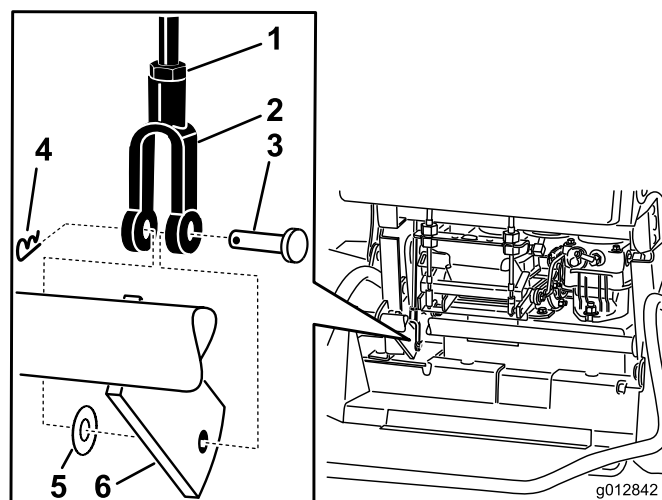

Figura 64
5. Para ajustar el freno, retire el pasador y el pasador de horquilla de la palanca de freno inferior y la horquilla (Figura 64).
6. Afloje la contratuerca (Figura 64).
7. Gire la horquilla. Para apretar el freno, gire la horquilla hacia arriba. Para aflojar el freno, gire la horquilla hacia abajo (Figura 64).
8. Fije la horquilla a la palanca de freno inferior con el pasador de horquilla y el pasador (Figura 64).
9. Apriete la contratuerca (Figura 64).